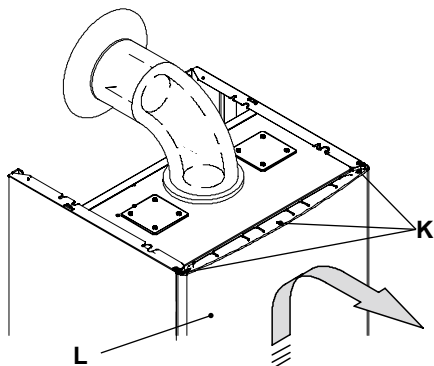

Fig. 5.14
- Togliere il pannello frontale della caldaia come illustrato. Togliere le viti K . Rimuovere il pannello frontale L spostandolo verso l'alto in modo da liberarlo dai ganci inferiori Fig. 5.14 .